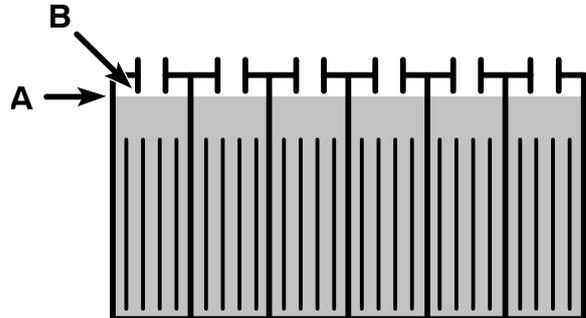

ABB. 45
3. Prüfen Sie **nach dem Laden der Batterien** den Elektrolytstand (A) in jeder Batteriezelle. Der Füllstand muss sich etwa 1 cm unterhalb der Unterseite der Füllöffnung (B) befinden. Füllen Sie, falls erforderlich, destilliertes Wasser auf (Abbildung 45). **NICHT ZU VIEL WASSER EINFÜLLEN.**